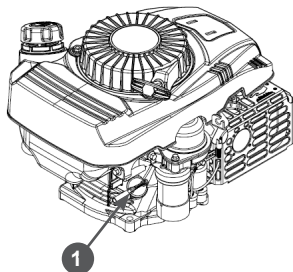

Рис. 20. Замена моторного масла
5. Осторожно открутите крышку-щуп 1 (Рис. 20), протрите его насухо и отложите в сторону.